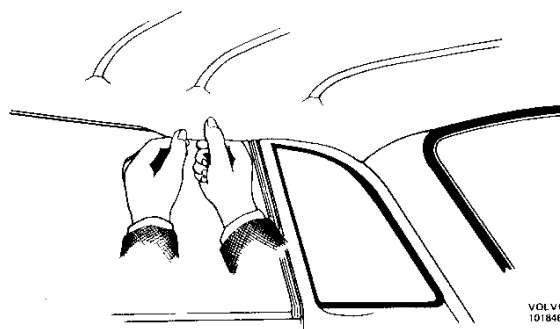

Abb. 63 Einbau der Dachverkleidung
2. Entspr. Abb. 63 an einer Längsseite mit den Daumen den Rand der Verkleidung aus dem Blechfalz herausziehen, so daß die mit Kunststoff besetzte Kante aus ihrer Befestigung in der Schiene gelöst werden kann.